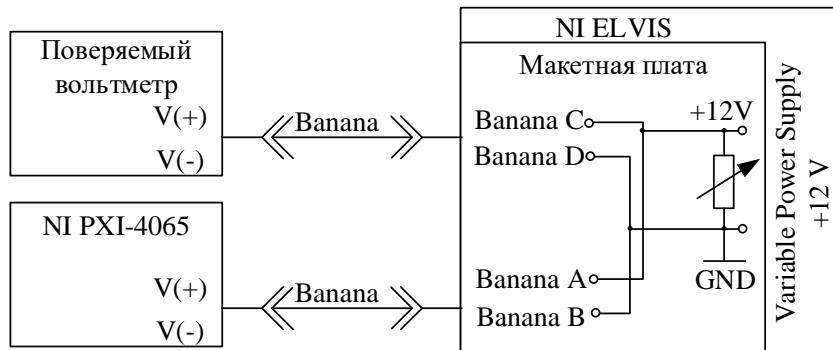

Рисунок 2 – Схема поверки вольтметра на постоянном токе
1.3. Собрать схему поверки вольтметра на постоянном токе (рис. 2), в качестве источника напряжения постоянного тока использовать Variable Power Supply, входящих в состав NI Elvis. Значения постоянного напряжения регулируются на передней панели «*Supply +*» NI Elvis при включенном режиме «*Bypass*».